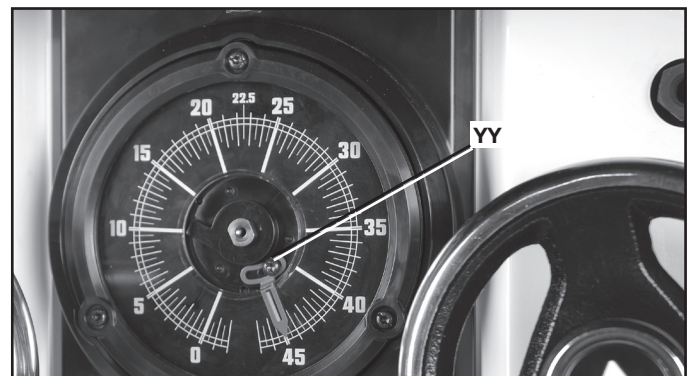

FIG. 45
3. Desserrer la vis de l'indicateur d'angle (YY) fig. 45.